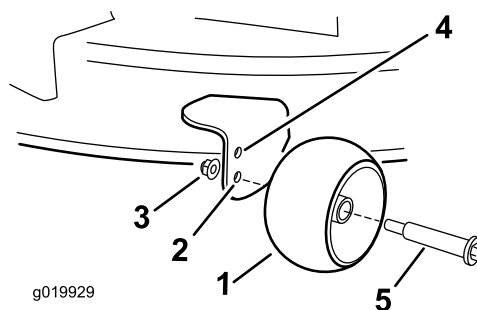

Figura 29
- Foro superiore – utilizzare questa posizione con il piatto di taglio a un'altezza di taglio di 63 mm e inferiore (Figura 29).
- Foro inferiore – utilizzare questa posizione con il piatto di taglio a un'altezza di taglio di 76 mm e superiore (Figura 29).